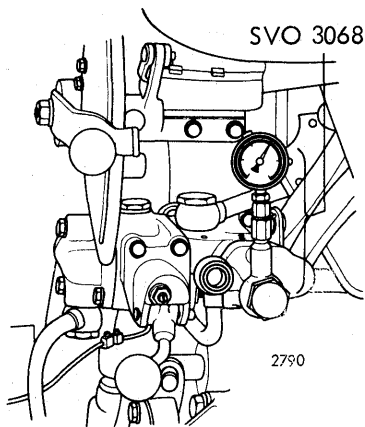

Fig. 29
2. Monter et manometer på reguleringsventilens udtag, som vist i fig. 29. Løftearmene skal være i nederste stilling.